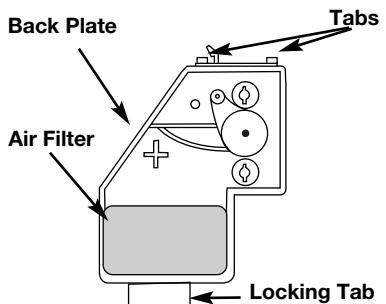

Fig. 30
7. Remplacez le couvercle du filtre à air. Placez les crochets à gauche du filtre à air dans les fentes situées à gauche du boîtier du filtre à air (Fig. 30).